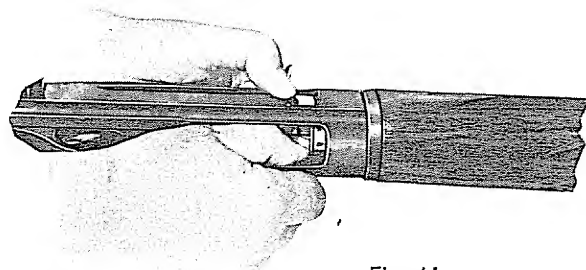
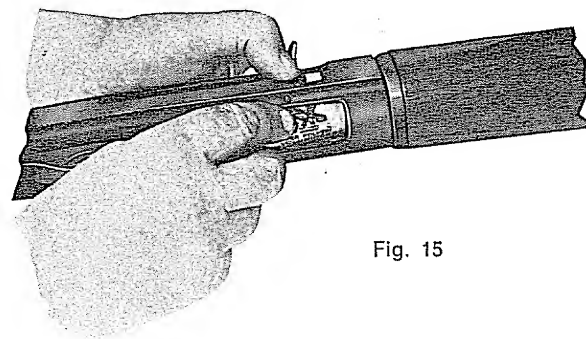

Fig. 14
Fig. 15
- d) Lasciare lo svincolo e premere col pollice destro la leva arresto cartuccia (fig. 14) sita sul lato destro (per chi opera) della culatta e lasciare sfilare dolcemente la cartuccia (fig. 15).
- d — free carrier latch button, depress shell catch inside receiver, opposite the ejector port; with the right thumb, let shell gently come out of the magazine, (fig. 14 e 15).
- d — *relâcher le poussoir du levier d'arrêt de l'élévateur; avec le pouce droit, presser le levier d'arrêt de cartouche situé à l'intérieur de la boîte de culasse sur la côté gauche en face de la fenêtre d'éjection; laisser sortir doucement la cartouche du tube magasin, (fig. 14 et 15)*